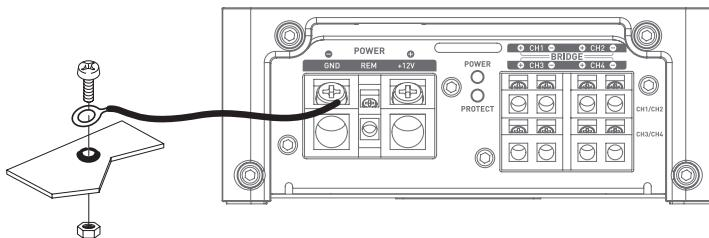

Abb. 2
- 10 - Bevor Sie die Erdung des Gestells vornehmen, entfernen Sie alle Farbspuren auf der Metallocberfläche, um eine gute Erdung sicherzustellen. Die Erdungsanschlüsse müssen so kurz wie möglich sein und IMMER an geschweißtes Metall an der Karosserie oder am Gestell des Fahrzeugs angeschlossen werden (*Abb. 2*). Der allgemein gewählte Erdungspunkt ist derjenige, der die Verbindung zwischen dem Minuspol der Batterie und dem Gestell des Fahrzeugs sicherstellt.
**3.3.2** – Nehmen Sie das negative (-) Stromkabel. Dieses Kabel muss so kurz wie möglich sein und sollte idealerweise 1 Meter nicht überschreiten, um eine perfekte Verbindung zwischen dem Verstärker und dem Fahrzeuggestell sicherzustellen. Das Kabel und sein Querschnitt müssen der Tabelle in Punkt 3.1 entsprechen. Finden Sie einen geeigneten Erdungspunkt und schleifen Sie ihn ab, um Farb- oder Lackreste zu entfernen und so die Kontaktqualität zu optimieren. Durchbohren Sie das zuvor geschliffene Blech im Durchmesser, der der gewählten Schraube entspricht, und vergewissern Sie sich, dass kein Durchlauf von Tankkabeln oder einem anderen empfindlichen Element des Fahrzeugs in der Nähe ist. Schweißen Sie das Erdungskabel am mitgelieferten Kabelausgang, der zu Ihrem FPX-Verstärker führt, an und isolieren Sie es (mit einem Schrumpfschlauch) (**Abb. 2**).